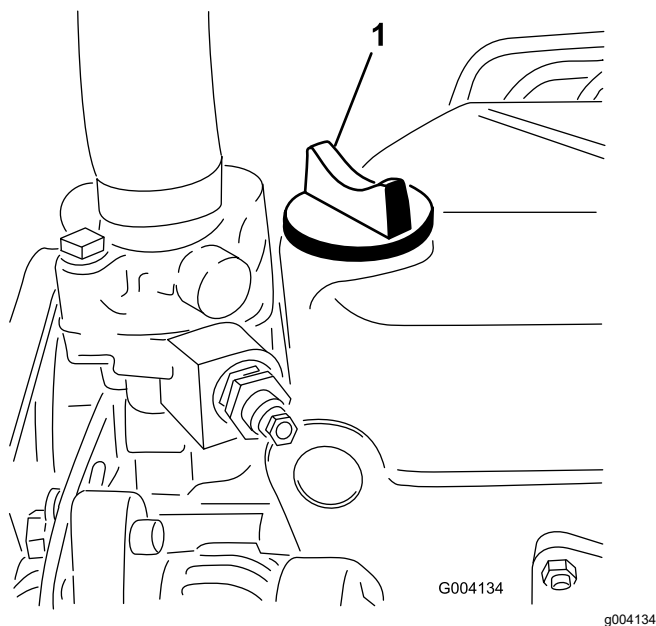

Figura 25
5. Se il livello dell'olio non raggiunge il segno di pieno, togliete il tappo di riempimento (Figura 25) e rabboccate con olio fino a portarlo al segno Full sull'asta di livello. **Non riempite troppo..**